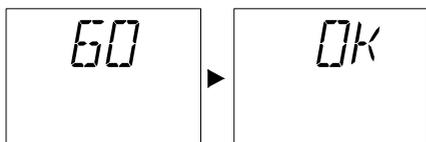

Рисунок 5.41
- Чтобы выйти из режима программирования, установите переключатель функций / регулятор температуры 4 так, как показано на рисунке (см. Рисунок 5.41).